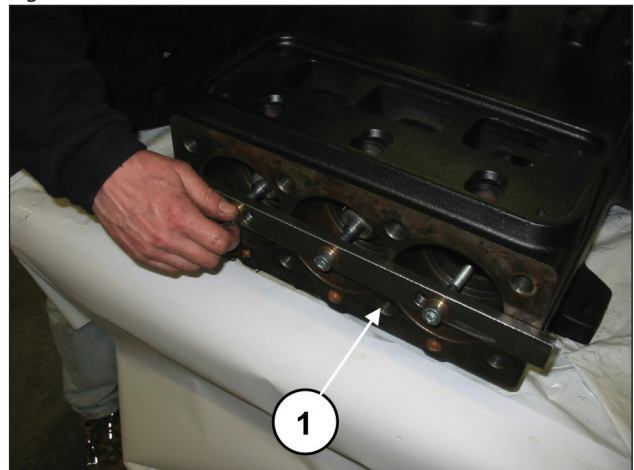
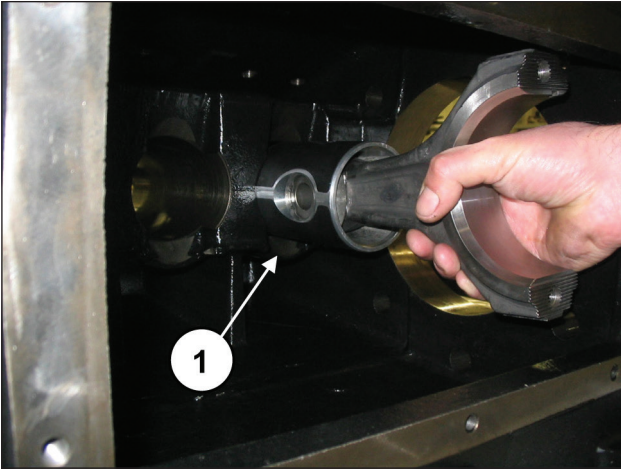

Fig. 32
Fig. 33
S'il s'avère nécessaire de remplacer une ou plusieurs bielles ou guides de piston, procéder de la façon suivante : Dévisser les vis de l'outil réf. 27566200 pour débloquer les bielles (rep. ①, Fig. 32), puis dégager les ensembles bielle-guide de piston par l'ouverture arrière du carter (rep. ①, Fig. 33).
Après s'être assuré que le carter est propre, insérer l'ensemble demi-bielle/guide de piston dans les chemises du carter (rep. ①, Fig. 33).
Bloquer les trois groupes à l'aide de l'outil réf. 27566200 (rep. ①, Fig. 32).
Déposer l'outil de blocage des bielles réf. 27566200 (rep. ①, Fig. 32).